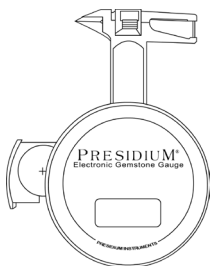

Fig. 1.1
2. Coloque la batería CR 2032 de 3V con el signo (+) hacia arriba en el compartimiento para la batería y ciérrelo al empujar el lateral deslizante de la batería hacia adentro (**Fig. 1.1**).